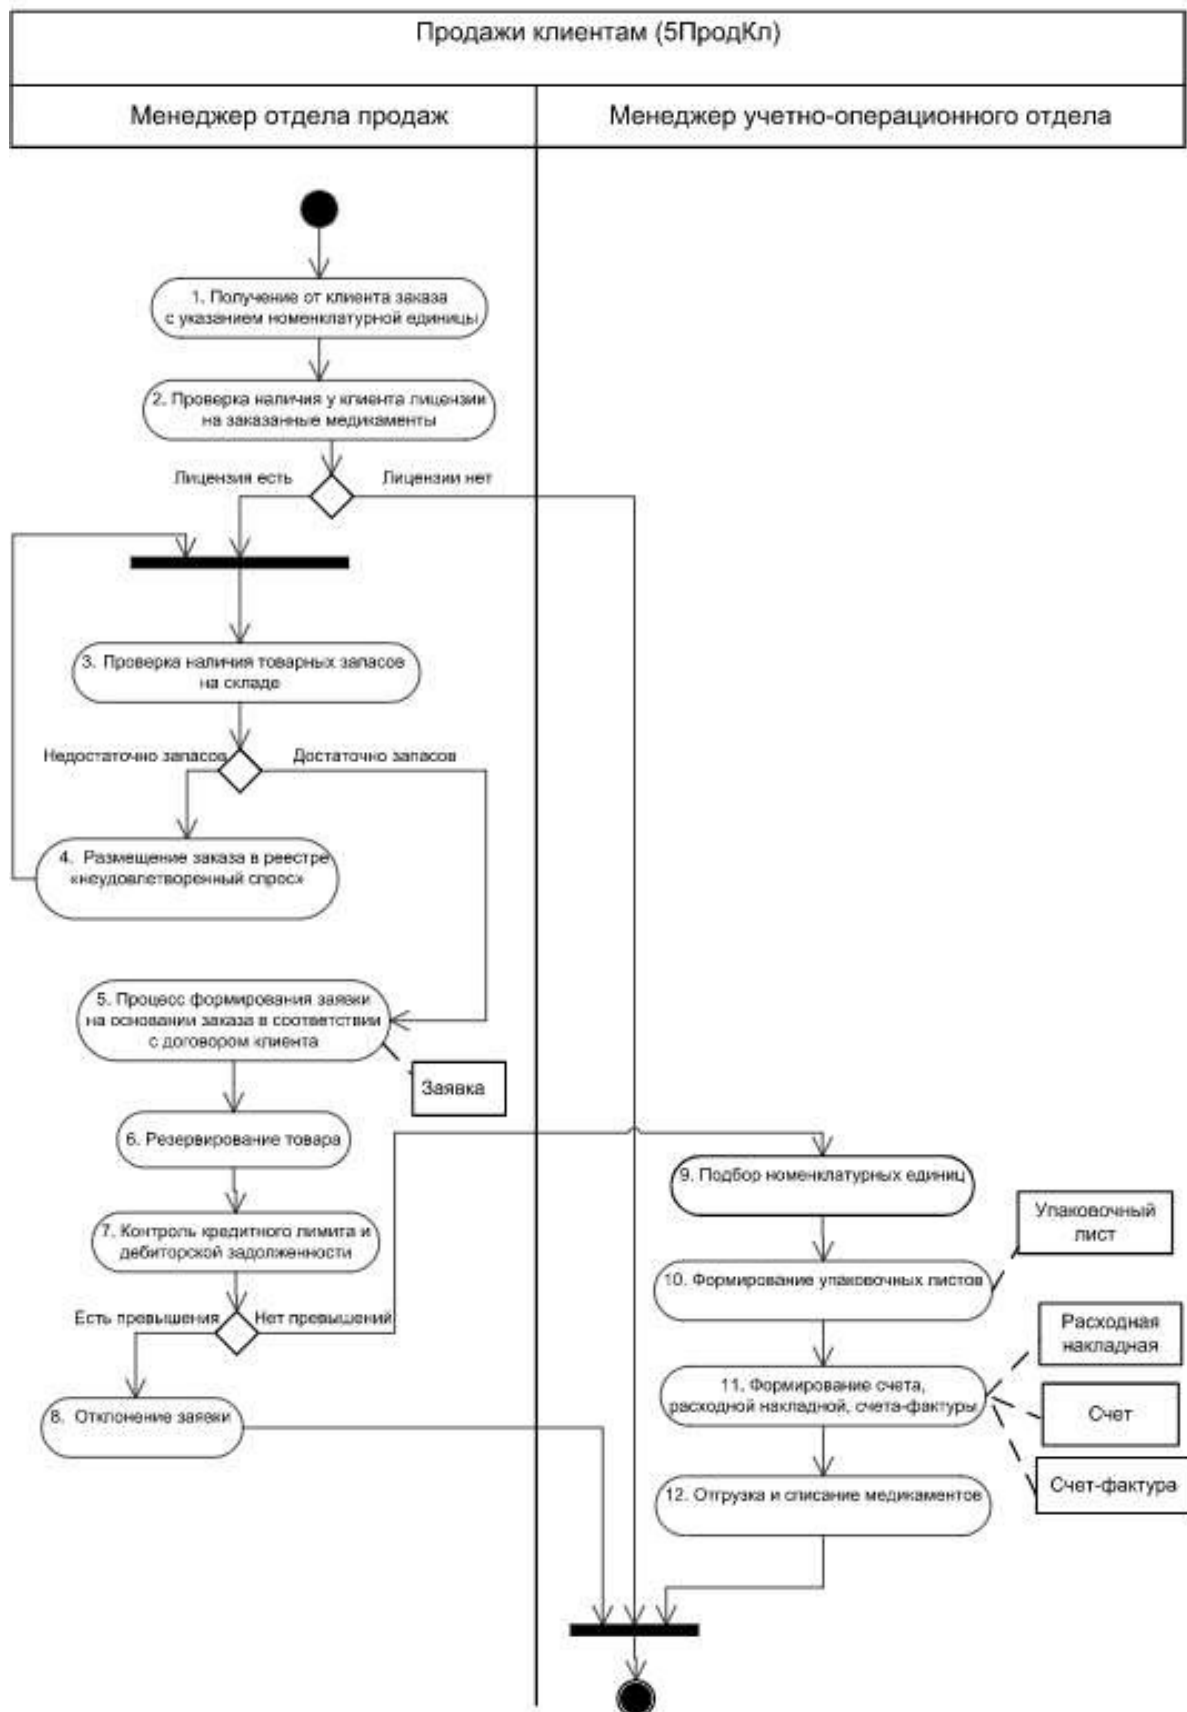

Рис. 15. Диаграмма действий бизнес-процесса «Продажи»
Общий вид диаграммы действий бизнес-процесса «Продажи» представлен рис. 15.
1. В графе 1 проставьте краткое наименование диаграммы — 5Прод_Кл. Кроме того, в этой графе в каждой строке укажите номер операции, соответствующий изображению на диаграмме действий (рис. 15).